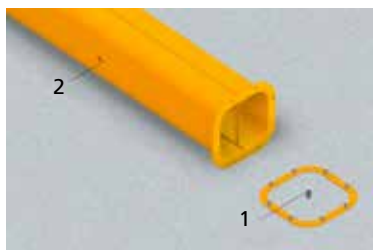

fig.25
- En el caso del cable 1 que sale del tubo colocado en el plinto, introduzca directamente el cable dentro de la columna hasta alcanzar el agujero 2 situado en la parte superior de la columna (fig. 25)